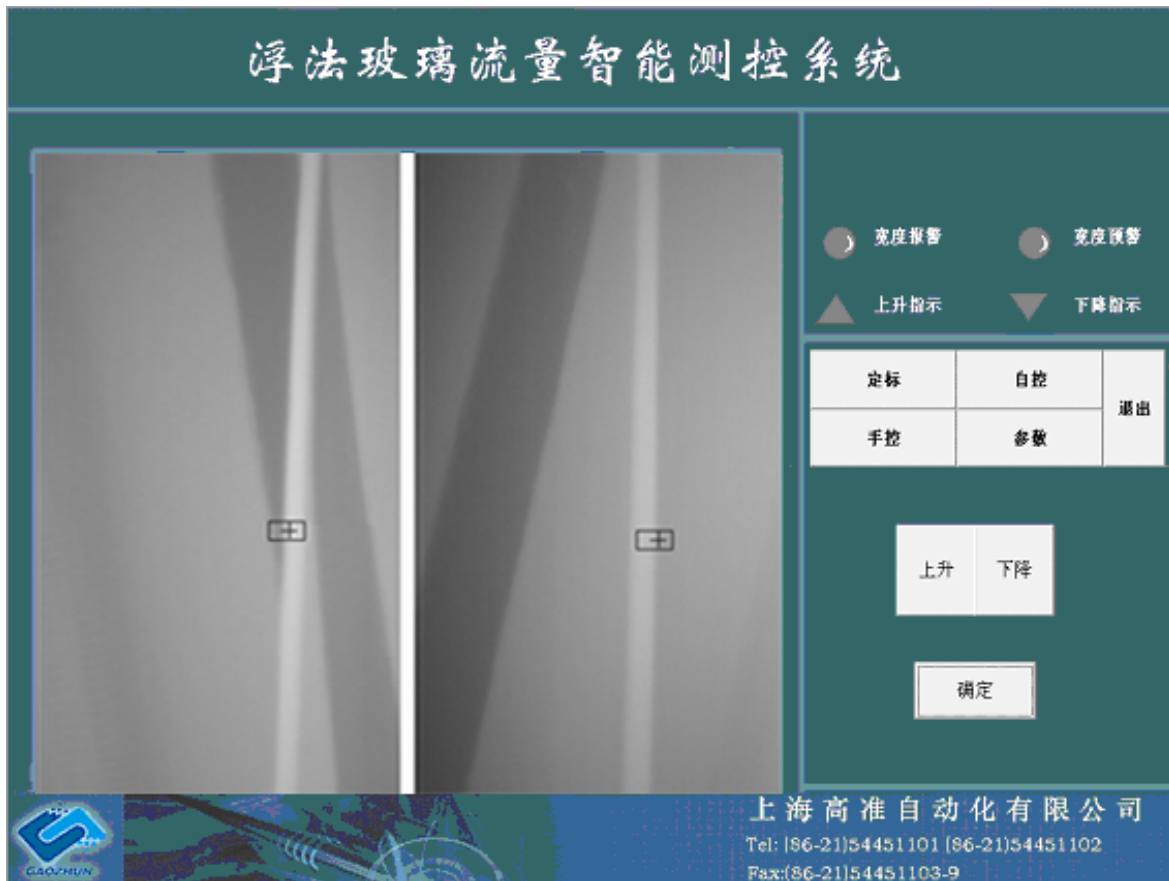

图 9 手控界面
6. 当用鼠标左键单击“手控”按钮以后，出现界面如图9所示：手控子控制面板有“上升”、“下降”和“确定”三个按钮。用鼠标左键单击“上升”（“下降”）按钮，可以增大（减小）玻璃的流量，当玻璃量变化达到一定值时在监视窗口可以看到玻璃的边缘向两边（中间）移动。用鼠标左键单击“确定”按钮，则回到主界面。